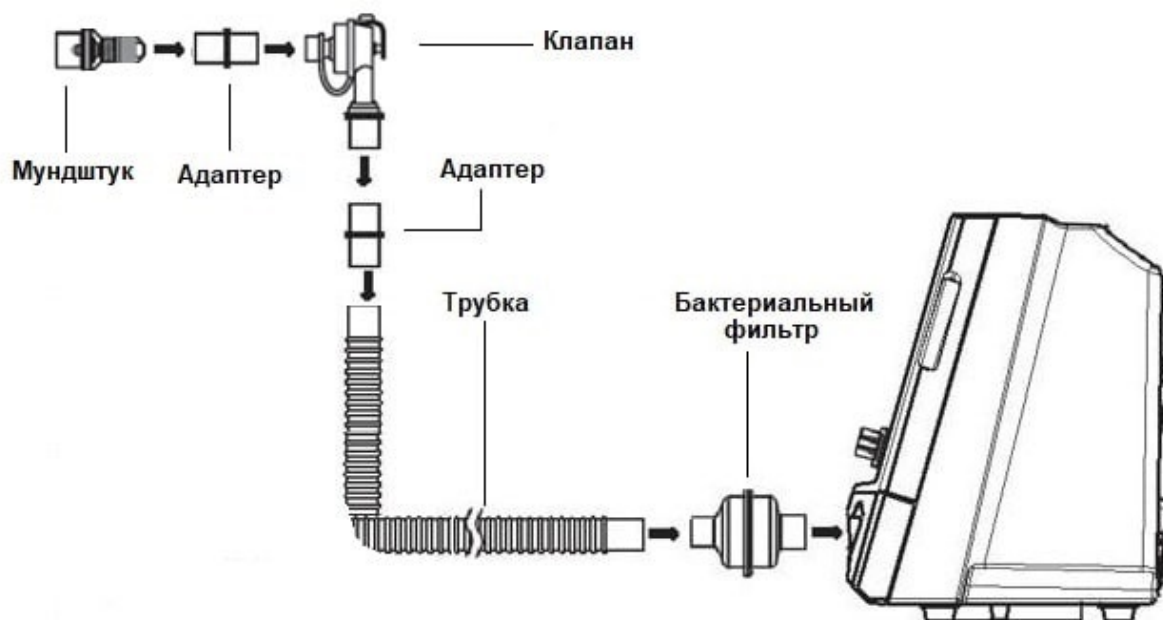

Рисунок 46. Сборка комплекта IPR
3. Подсоедините прямой соединитель клапан для выдоха к дыхательному шлангу, а затем - к эндотрахеальной трубке*, как показано на Рис. 46.